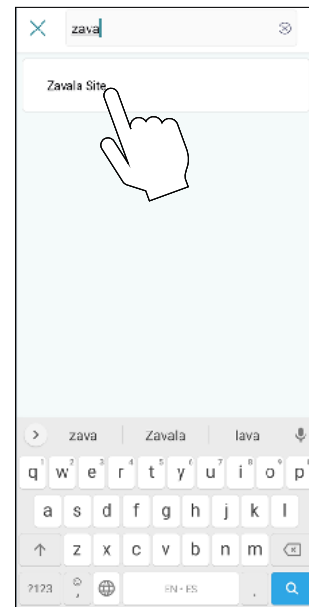

Figure 122. Sélectionner une organisation
4. L'écran affichera toutes les organisations existantes. Sélectionnez l'organisation ou la sous-organisation désirée, voir **Figure 122**.